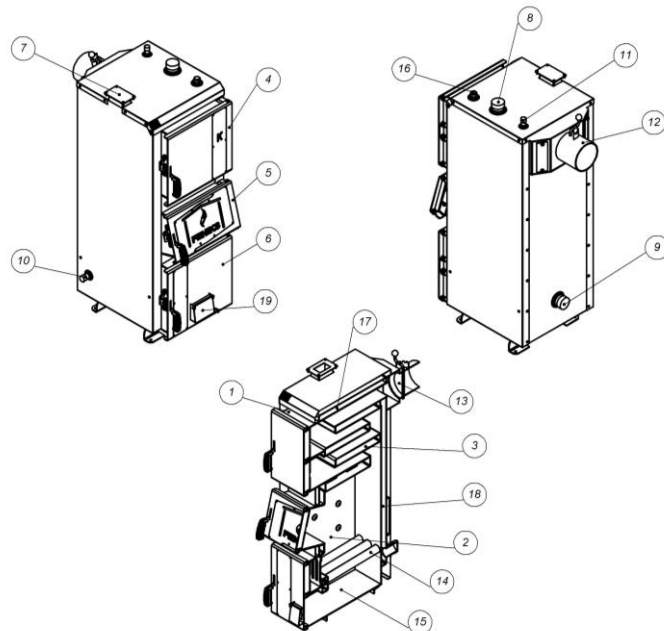

Рисунок 2 – Зовнішній вигляд та основні елементи котла
Конструктивно котел являє собою збірно-зварену конструкцію, що складається з корпуса (поз. 1, рис. 2) з камерою згоряння (топкою) (поз. 2, рис. 2). Конвекційна частина котла складається з багатоходового теплообмінника (поз. 3, рис. 2) комбінованого типу – чотирьох горизонтальних полиць. Теплообмінник розташований безпосередньо над топкою.
Корпус котла виконаний в формі паралелепіпеду з подвійними стінками, які розділені водними перегородками (поз. 17, рис. 2). На зовнішній поверхні корпусу під декоративною обшивкою закріплена теплова ізоляція. (поз. 18, рис. 2).
Паливо для процесу спалення завантажується на колосникові ґрати (поз. 14, рис. 2) крізь завантажувальні дверцята (поз. 5, рис. 2). Колосникові ґрати виконані з товстостінних безшовних труб по яких постійно циркулює вода з водяної оболонки котла. Згоряння палива в топці відбувається за участю повітря, яке постачається під колосникові ґрати припливним вентилятором. Кількість повітря, необхідного для процесу згоряння, регулюється автоматично блоком автоматики управління, або за допомогою терморегулятора.
Підведення і відведення теплоносія здійснюється відповідно через патрубки зворотної мережної води (поз. 9, рис. 2) і прямої мережної води (поз. 8, рис. 2).
Топочні гази виходять у димохід крізь боров (поз. 12, рис. 2), розташований у задній частині котла. Боров обладнано вбудованим дросельним клапаном продуктів згоряння – шибером (поз. 13, рис. 2). У випадку надто високої тяги у димоході шибер дає можливість її знизити шляхом часткового перекривання вихідного отвору борова.
Зола, яка утворюється в процесі згоряння палива, зсипається в нижню частину корпусу котла – зольник (поз. 15, рис. 2).
- з механічним регулятором тяги – під колосникові ґрати крізь дверцята подачі повітря (поз. 19, рис. 2). Кількість повітря, необхідного для процесу згоряння, регулюється механічним регулятором тяги, який шляхом натягу або послаблення ланцюга керує положенням кришки (лючка) дверцят.
У верхній частині корпусу котла розташований штуцер для встановлення запобіжного клапана або групи безпеки котла (поз. 11, рис. 2).
Для можливості встановлення вентилятора зверху корпусу котла ,передбачений отвір, який заглушено кришкою (поз. 7, рис. 2).
Ревізійний дверцята (поз. 6, рис. 2), що розташовані на передній стінці котла, необхідні для періодичного чищення колосникових ґрат.
Для можливості періодичного обслуговування (чищення) теплообмінника передбачені дверцята у верхній частині котла (поз. 4, рис. 2).
Регулятор тяги необхідно приєднати до патрубку з внутрішньою різьбою, який знаходиться у верхній частині корпусу (рис. 2). Різьбове з'єднання при цьому потрібно ущільнити. Регулятор повернути таким чином, щоб наконечник для закріплення шестигранного важеля (з комплекту регулятора) був направлений вправо.